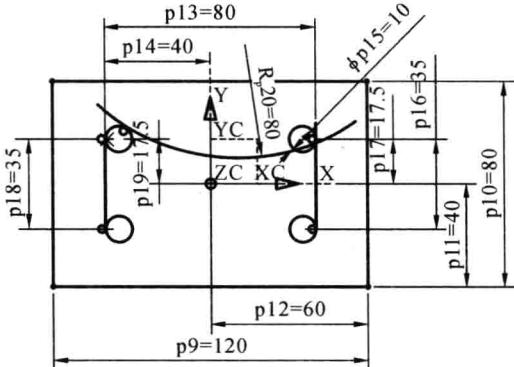

图 1-15 约束圆弧与一个圆
(12) 单击“草图”工具栏中的“约束”按钮，分别单击一圆的上半部分圆弧选择该圆和第(11)步所绘的圆弧选择圆弧，然后单击“约束”中的图标，结果如图 1-15 所示。